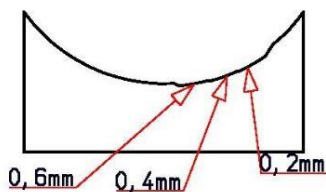

Bild 12: Nedtagningsdjup på mätmallen
- > Lossa knivskruven (2 – bild 12) något.
- > Lägg knivmallen (4 – bild 12) mot fräshuvudet (1 – bild 12) och skjut kniven (3 – bild 12) mot knivmallen tills den rör vid det inristade området.